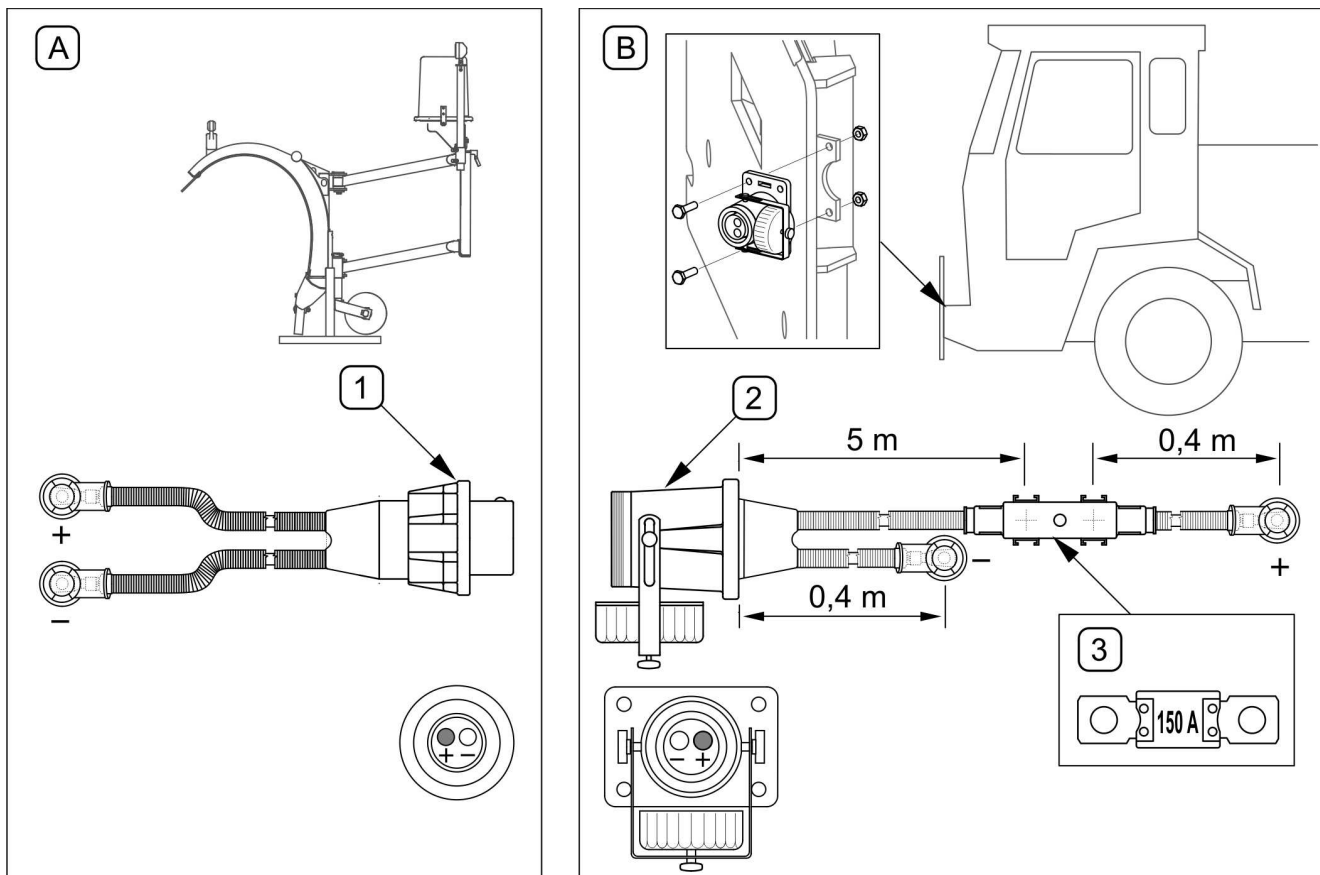

BILD 4.22 Installationsschema der elektrischen Anlage des Pfluges
Für den Pflugbetrieb ist eine geeignete Hochstromsteckdose an der Vorderseite des Maschinenträgers erforderlich. Wenn der Maschinenträger keinen solchen Stecker hat oder wenn der Stecker von einem anderen Typ ist, dann sollte die Installation wie in der (BILD 4.22) dargestellt erfolgen.
Das Stromkabel (B) des Pfluges hat eine 150A MEGAVAL-Sicherung, die auf dem Stromkabel "+" angebracht ist. (BILD 4.22)